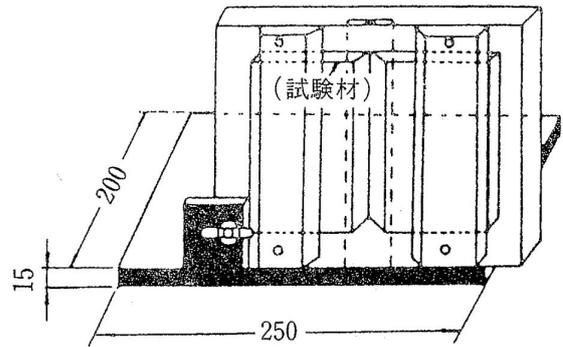
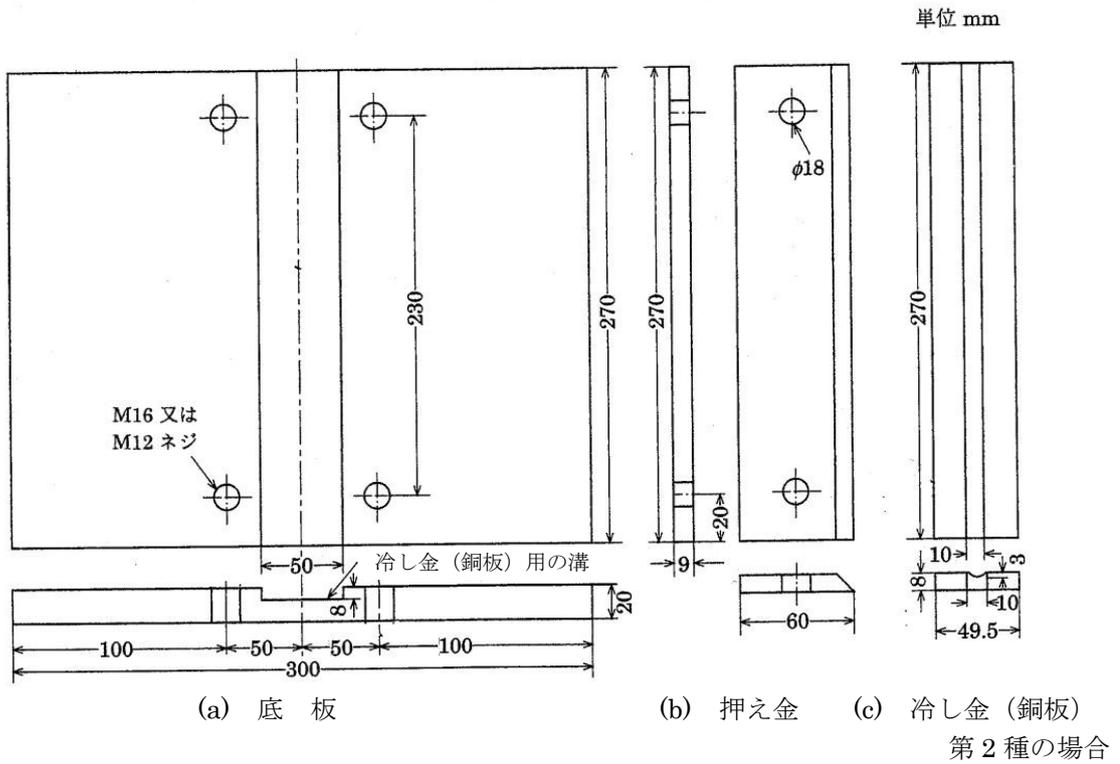

図6 第2種及び第3種の固定ジグの寸法 (mm)
図7 第2種及び第3種の拘束ジグの寸法
- (8) 溶接は表面からのみ行い，裏面から行ってはならない。ただし，タック溶接は裏面に行ってもよい。曲げ試験片の採取位置は，JIS Z 3811（アルミニウム溶接技術検定における試験方法及び判定基準）による。
- (9) 溶加材は，必要量使用し，無駄をしないように努力する。
- (10) 用意されたジグ（図6，図7）にて競技材を固定した場合は，実行委員による水平および鉛直の姿勢確認を受けなくても良い。ただし，拘束ジグの高さ調整用台を持込む場合は，競技開始前までに実行委員による水平の適否確認を受けること。
- (11) 溶接層数と積層手順は(12)項以外は自由とする。